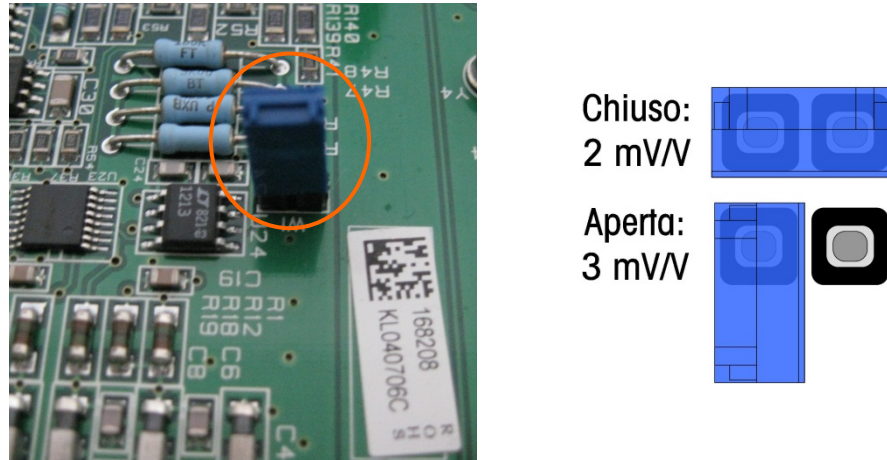

Figura 3-48: Ubicazione del ponticello Millivolt (sinistra) e posizioni (destra)
SICSpro o IDNet sulla scheda madre. Il ponticello non viene utilizzato quando si attiva la connessione sulla scheda madre dell'IND560x. La Figura 3-48 indica la posizione del ponticello.
- Quando si rimuove il ponticello W1 per il funzionamento a 3 mV/V, riposizionarlo su uno dei pin, come illustrato in basso a destra in Figura 3-48.